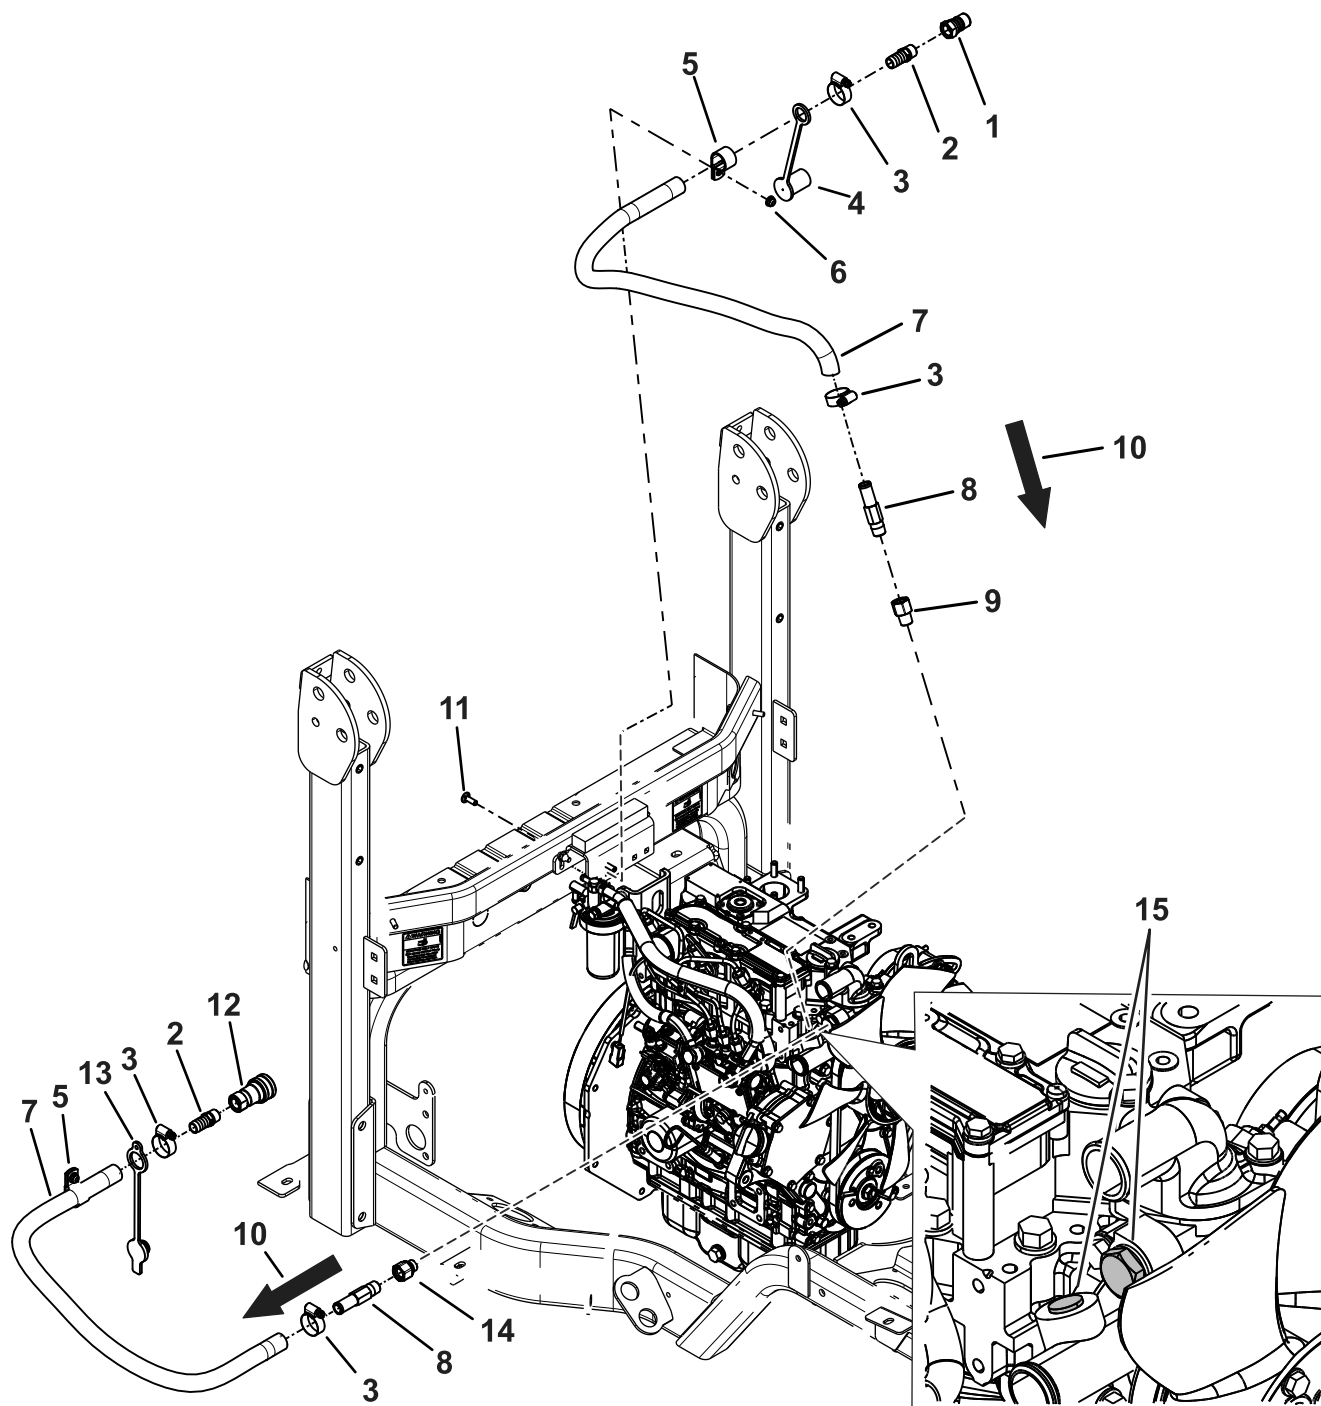
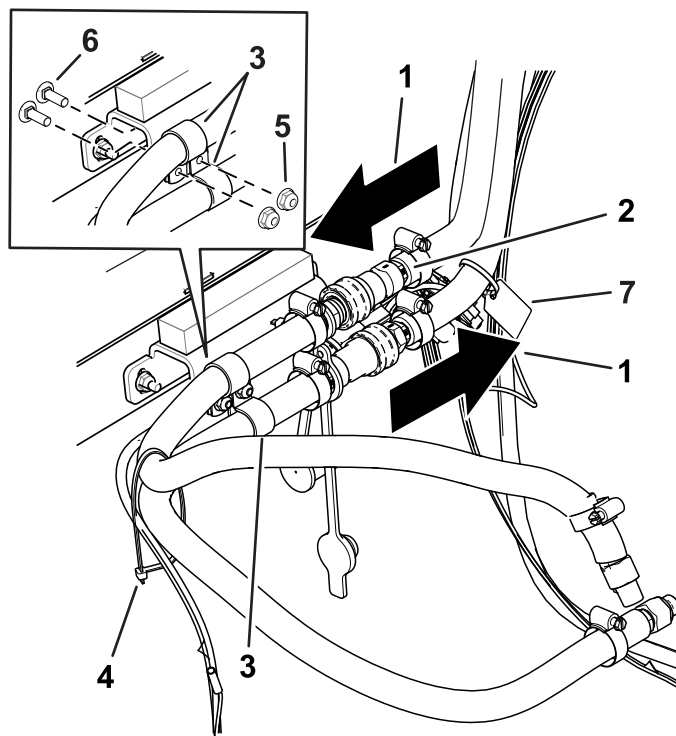

Рисунок 20
Рисунок 22
- Установите прямой переходник ( $\frac{3}{8}$  дюйма) на штуцер двигателя, предназначенный для шланга с охватываемым соединителем (Рисунок 20).
- Установите прямой переходник (M16) на штуцер двигателя, предназначенный для шланга с охватывающим соединителем (Рисунок 20).
- Наденьте пылезащитную заглушку и пылезащитный колпачок на концы этих узлов, имеющие поверхность типа «елочка» (Рисунок 20).
- Заверните прямые штуцеры ( $\frac{3}{8}$  NPT x  $\frac{5}{8}$  [соединение типа «елочка»]) в охватываемые и охватывающие соединители (Рисунок 20).
- Вставьте концы типа «елочка» этих узлов в шланги и закрепите шланговыми хомутами (Рисунок 20).
11. Найдите и снимите заглушки двигателя, показанные на Рисунок 20.
16. Наденьте шланги на концы штуцеров двигателя с поверхностью типа «елочка» и закрепите их шланговыми хомутами (Рисунок 20).
17. Установите R-образные хомуты вокруг шлангов (Рисунок 20).
18. Прикрепите шланги к задней части кабины с помощью 2 каретных болтов и 2 гаек (Рисунок 20 и Рисунок 22).